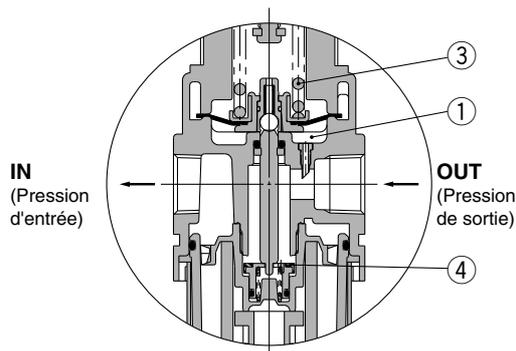

Figure 2 Débit inversé
Lorsque la pression à l'admission est coupée et évacuée, la pression à l'admission appliquée au clapet ① est perdue. La force d'appui du clapet ① réside dans la force du ressort ② uniquement. Lorsque le clapet ① s'ouvre sous l'effet de la force de sortie, la pression de sortie sera évacuée côté admission. (Figure 2)
Lorsque la pression à l'admission est coupée et évacuée, le clapet antiretour ② s'ouvre et la pression dans la chambre de la membrane ① est évacuée côté sortie (Figure 2).
La pression baisse dans la chambre de la membrane ① et, la force générée par le ressort du régulateur de pression ③ relève la membrane. le clapet ④ s'ouvre grâce à la tige et la pression de sortie est libérée du côté admission (Figure 2).